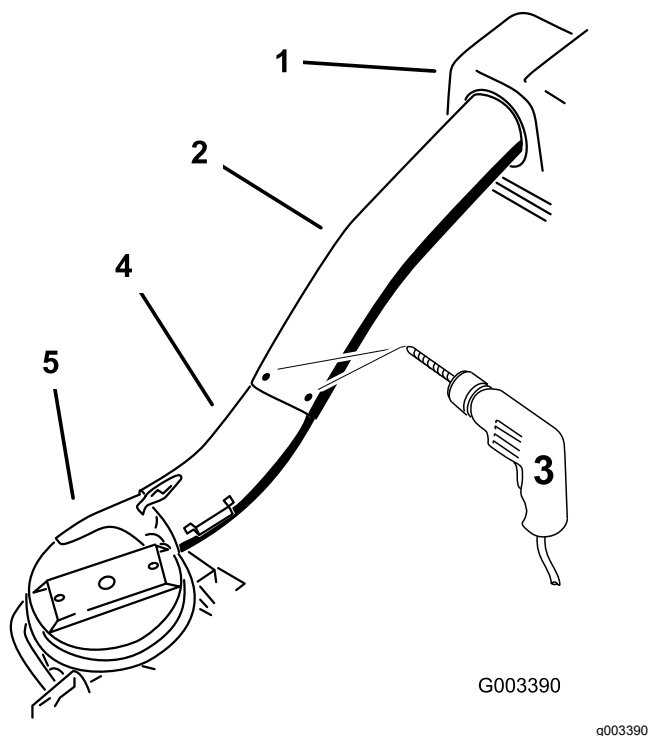

Figura 27
9. Usando los 3 agujeros o muescas del tubo superior como guía, realice 3 agujeros (5,6 mm [7/32"] de diámetro) en el punto de unión de los tubos superior e inferior (Figura 27).